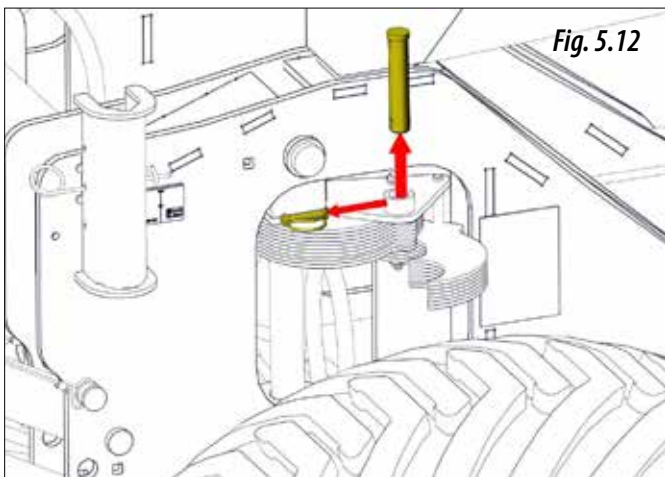
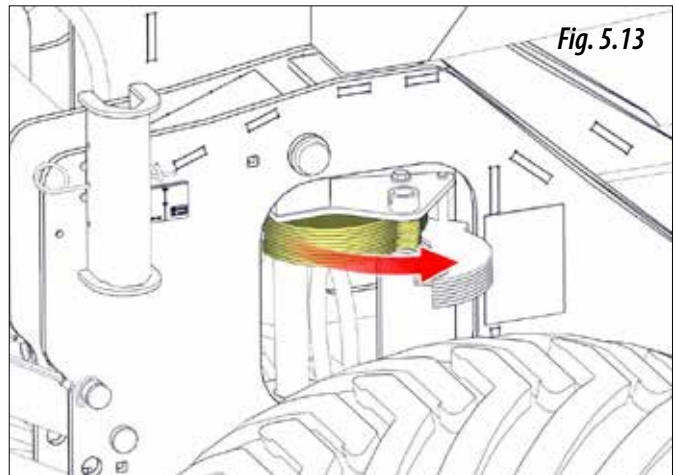
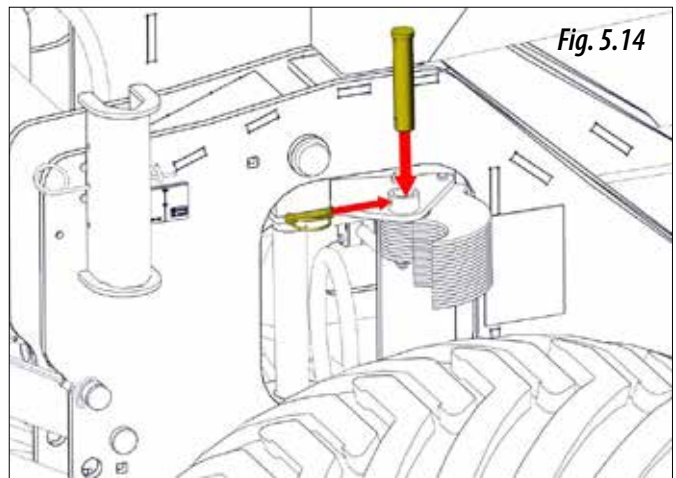

Fig. 5.12
Fig. 5.13
Fig. 5.14
**5-** Scoateți opritoarele cilindrului de pe cărucior. Pentru aceasta va trebui să scoateți agrafa și boltul (Fig. 5.12), să deplasați opritoarele (Fig. 5.13) și să puneți la loc boltul și agrafa pentru a le bloca (Fig. 5.14).